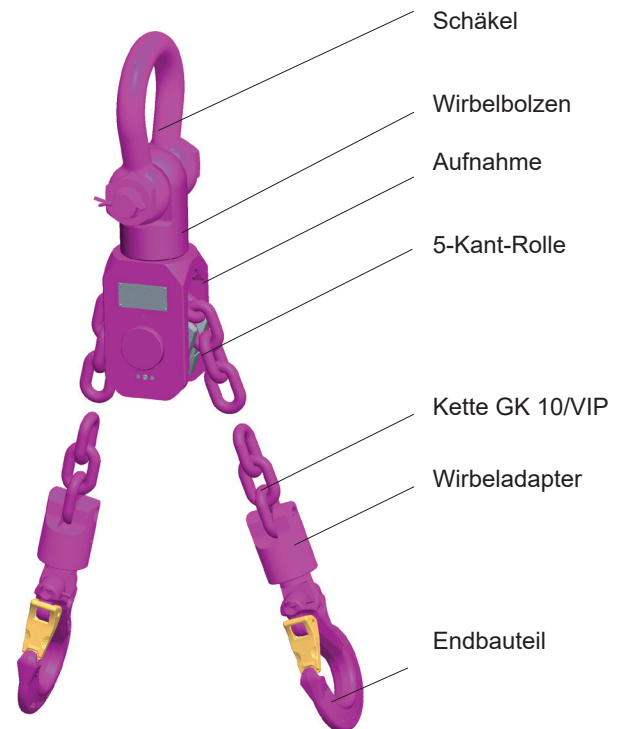

Abb. 1: Überblick Kettenblock VCB
- Für einen sicheren Umgang mit dem Kettenblock und um eine Beschädigung des Kettenblocks bzw. der Kette auszuschließen, sind am Ende des Kettenstrangs Wirbeladapter vorzusehen (vgl. Abb. 1).